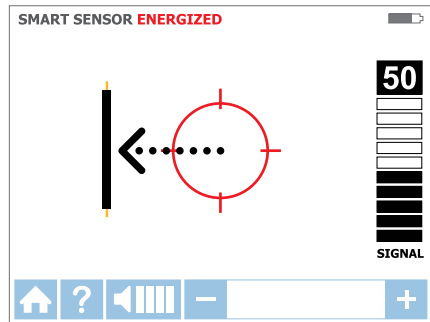

Abbildung 3.1d
4. Bewegen Sie den Empfänger in die vom Pfeil auf dem Bildschirm angezeigte Richtung (siehe Abbildung 3.1d).